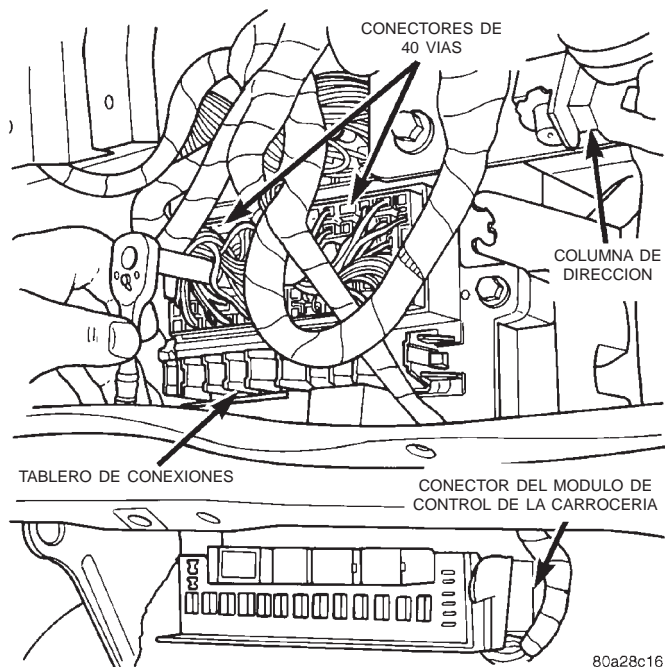
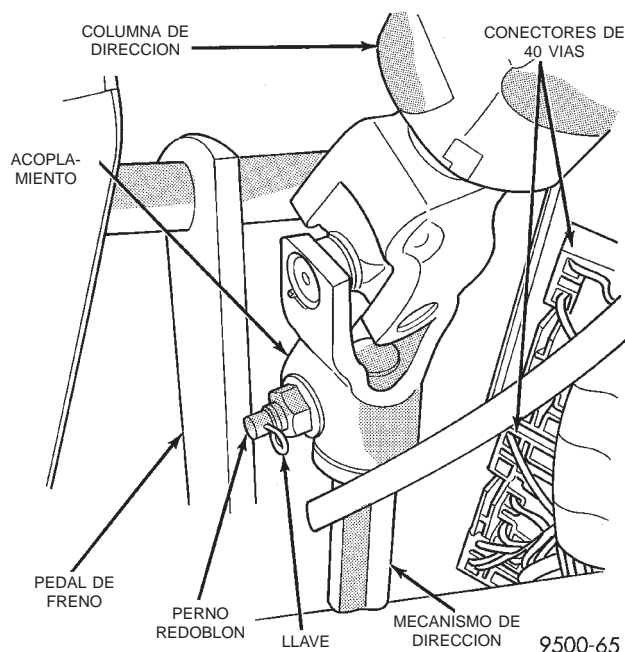

Fig. 30 Tablero de conexiones y conector del módulo de control de la carrocería
Fig. 31 Localización de los conectores de 40 vías
- (7) Retire las tapas del extremo derecho e izquierdo. Consulte el procedimiento en Desmontaje e instalación de tapa de extremo derecha e izquierda, en esta sección.
- (8) Desconecte los conectores de cables del módulo de airbag del acompañante.
- (9) Retire las cubiertas tapizadas de cubretablero derecho e izquierdo. Consulte Desmontaje e instalación de tapizado de cubretablero en el grupo 23, Carrocería.
- (10) Retire las cubiertas tapizadas del parante A.
- (11) Retire la guantera. Consulte el procedimiento en Desmontaje e instalación de la guantera, en esta sección.
- (12) Desacople el conector del cable de la antena, detrás de la guantera.
- (13) Retire la cubierta inferior de la columna de dirección. Consulte el procedimiento en Desmontaje e instalación de cubierta inferior de la columna de dirección, en esta sección.
- (14) Retire la armadura de la rodillera. Consulte el procedimiento en Desmontaje e instalación de armadura de la rodillera, en esta sección.
- (15) Desacople los dos conectores inferiores del mazo de cuarenta espigas del tablero de conexiones principal, cerca de la plancha de bóveda lateral izquierda (Fig. 30).
- (16) Desconecte el conector de mazo del tablero de instrumentos de la parte inferior del módulo de control de la carrocería.
- (17) Desacople los dos conectores de 40 espigas de la derecha de la columna de dirección (Fig. 31).
- (18) Retire el perno redoblón que sujeta el eje de dirección superior al inferior (Fig. 31).
- (19) Separe el eje de dirección superior del inferior.
- (20) Retire las tuercas que sujetan el marco del tablero de instrumentos al soporte moldeado del pedal de freno, a cada lado de la columna de dirección.